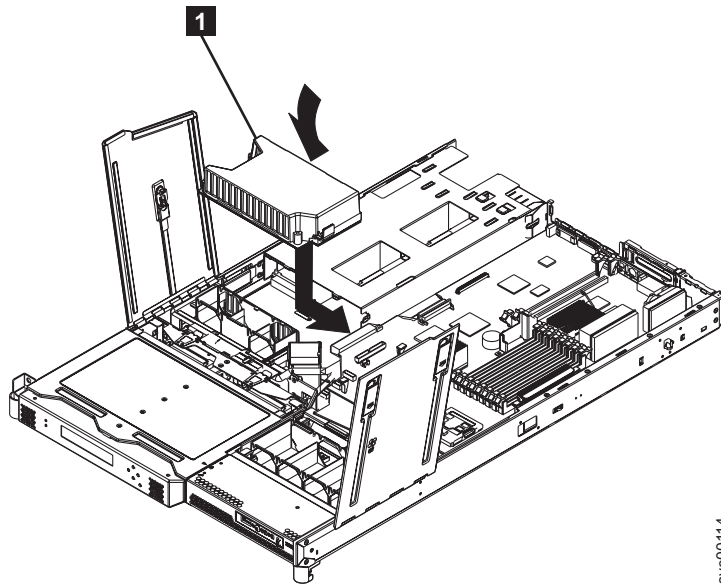

図 150. 電源バックプレーンの交換
1. SAN ポリウム・コントローラー 2145-8F2 または SAN ポリウム・コントローラー 2145-8F4 の所定の位置で電源バックプレーンを下げ、システム・ボードに接続するように右方にスライドします。図 150 を参照してください。